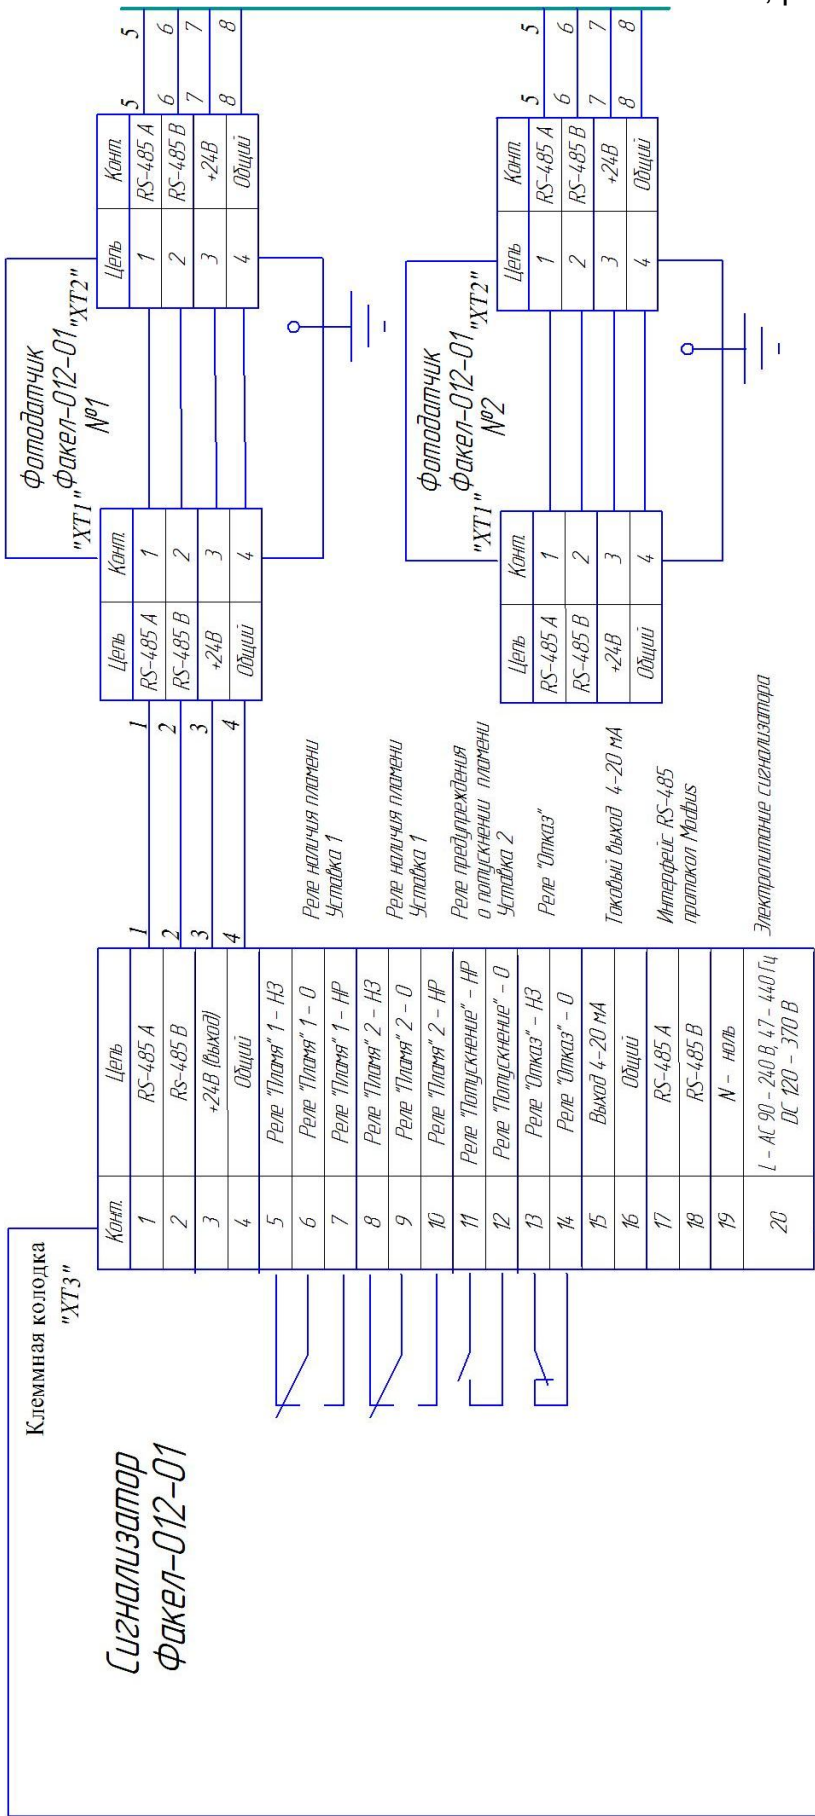

Рис. 2.
2.1.3.5. Схема подключения устройства представлена на рис. 2.